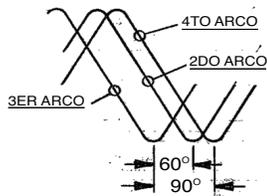

FIG. 1
- (A) UNA FORMA DE VERIFICAR EL ÁNGULO DE FASE Y SECUENCIA DE FASE ADECUADOS ES USAR UN OSCILÓSCOPIO EN LA SIGUIENTE FORMA:
- 3) CONECTE LA ENTRADA DEL ALCANCE A CADA TOBERA DE CA Y ANOTE LA DIFERENCIA DE TIEMPO O FASE ENTRE LAS TRES. DEBERÁN VERSE COMO LA FIG. 1.